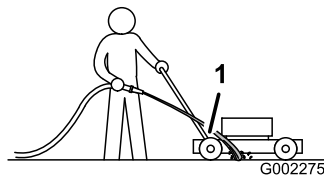

Figura 31
3. Sujete la manguera a la altura del manillar y dirija el agua para que fluya sobre el suelo justo por delante del neumático trasero derecho (Figura 31).